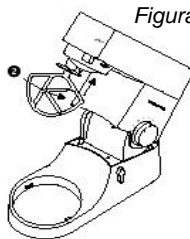

Figura 2
- 2) Para montar un accesorio (gancho para masas, aspas o batidor plano), póngalos en la toma Accesorios para batir (D). Coloque el accesorio en la toma y haga presión hasta que se encaje en su sitio. Ver Figura 2.